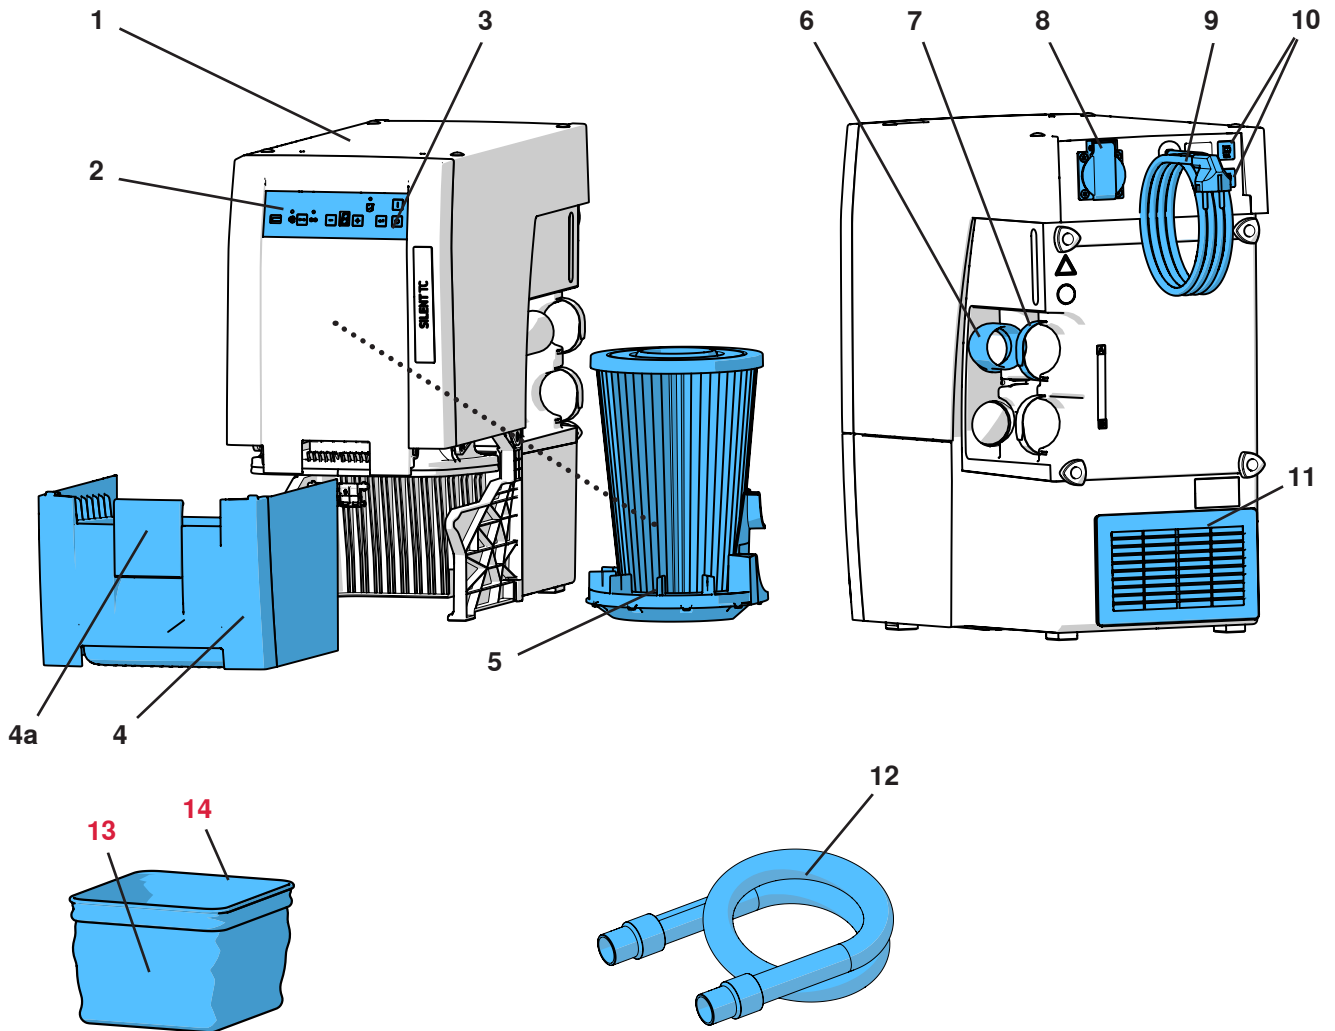

图 1
- 排气口(11, 图1) 没有阻塞。
- 外置排气管 (A) (参阅第4.6章)。
- 在柜壁 (B) 开最少250 x 120毫米的通风口, 位置要直接与排气口 (11, 图1) 相对。
- 拆下机柜的背面 (C), 从机柜背面到墙壁距离至少要有50毫米。
- ⇒ 展开电线 (9, 图1), 将插头插入电源插座。
吸力取决于连接到电器插座（8、图1）的电器。